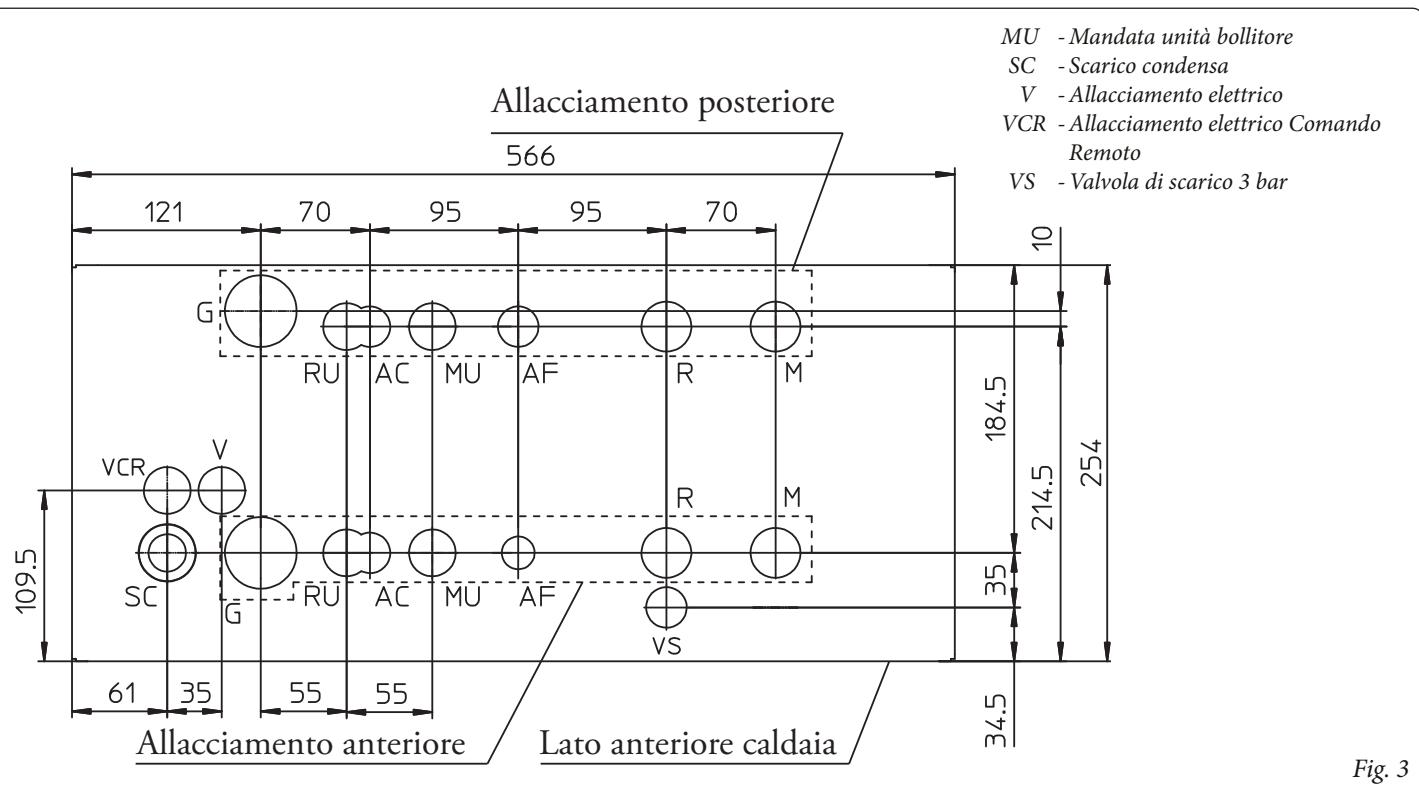

Fig. 3
N.B.: Il gruppo di allacciamento non è un corredo della caldaia, ma venduto separatamente (optional). Per facilitare l'installazione è possibile scegliere se operare l'allacciamento nella parte anteriore o posteriore della nicchia a seconda del tipo di caldaia (Fig. 3).